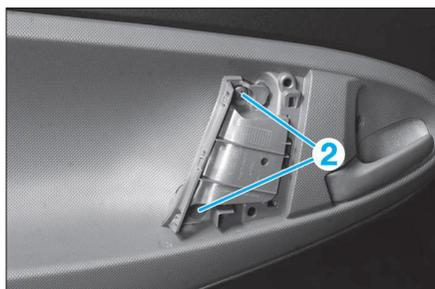

FIG. 69
- Déposer les vis (2) de la poignée intérieure (3), puis la déposer (Fig.69 et 70).